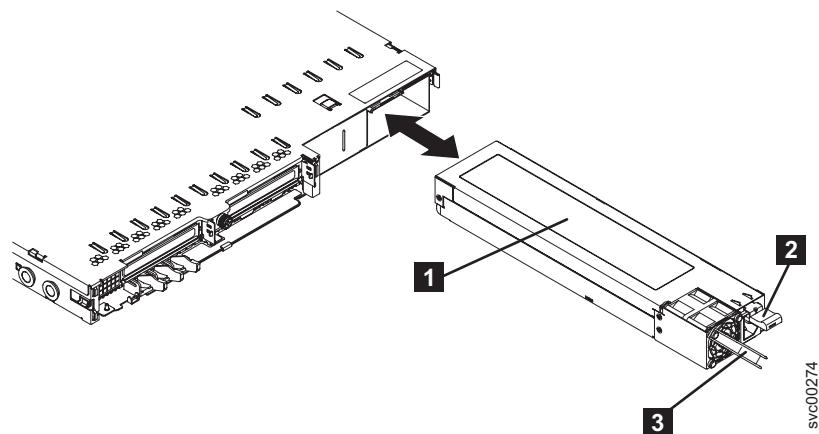

図 142. SAN ボリューム・コントローラー 2145-8G4 電源機構の取り外し
3. オレンジ色のリリース・タブ **2** (図 142 に示す) を押したままの状態にして、ノードから電源機構を引き出します。